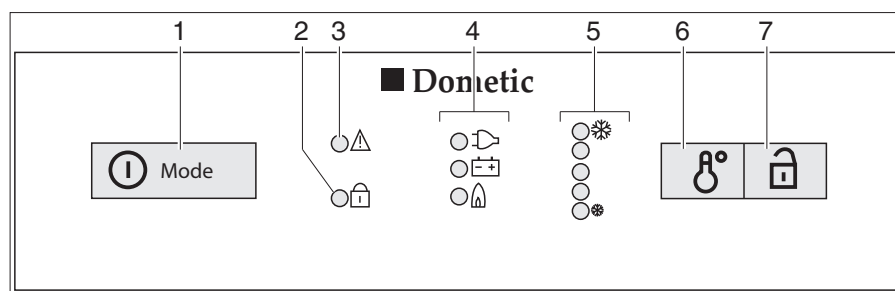

Fig. 140 Boutons de commande pour le réfrigérateur (Dometic Série 8 avec MES)
- Appuyer sur le commutateur/sélecteur de source d'énergie (Fig. 140,1) pendant 2 secondes pour mettre l'appareil en marche. La DEL du mode de fonctionnement sélectionné en dernier lieu s'allume.
- Le cas échéant, appuyer plusieurs fois brièvement sur le commutateur/sélecteur de source d'énergie (Fig. 140,1) jusqu'à ce que l'affichage de fonctionnement gaz "🔥" s'allume. L'arrivée de gaz est ouverte. L'allumage s'effectue de manière automatique. Un tic-tac est distinctement perceptible jusqu'à ce que la procédure d'allumage soit effectuée avec succès.
- Régler la température de réfrigération avec l'interrupteur pour le réglage de la température (Fig. 140,6).
- Le cas échéant, appuyer plusieurs fois brièvement sur le commutateur/sélecteur de source d'énergie (Fig. 140,1) jusqu'à ce que l'affichage de fonctionnement 230 V "🇪🇺" s'allume.
- Le cas échéant, appuyer plusieurs fois brièvement sur le commutateur/sélecteur de source d'énergie (Fig. 140,1) jusqu'à ce que l'affichage de fonctionnement 12 V "🔋" s'allume.